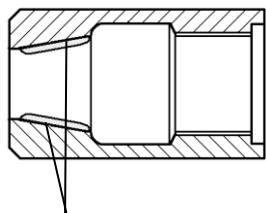

図7-4 グリス(厚さ 2~3 mm)
(1) 分解・組立方法は、P. 12 7-2の要領で行って下さい。
(2) 組み付ける前にジョーケースの内側(ジョーと接する面)にグリスを充分に塗布して組み付けてください。(図7-4参照)